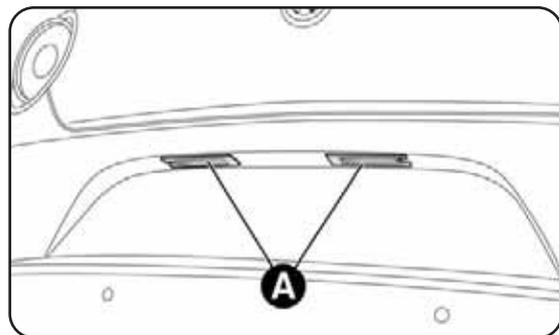

fig. 29
- remover os grupos transparentes A-fig. 29;